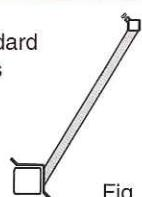

Fig. 91
- un modèle standard (fig. 91),
- a standard model (fig. 91),
- eine Standardausführung (Abb. 91) ;
- een standaard model (fig. 91),